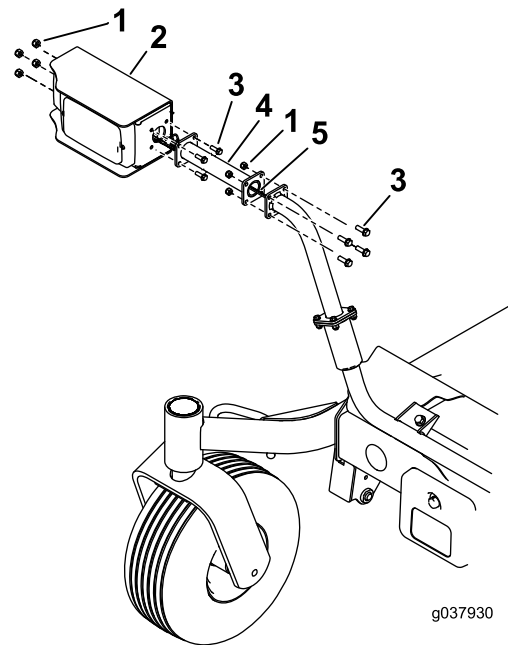

Figura 10
- Nota:** Le prolunghe per fari opzionali sono destinate unicamente a macchine con piatti di taglio da 183 cm e 254 cm (Figura 10).
2. Se necessario, montate la prolunga per faro con 4 bulloni (1/4" x 3/4") e 4 dadi di bloccaggio (1/4"); vedere Figura 10.
3. Montate il faro sulla prolunga o sul gruppo di supporto con 4 bulloni (1/4" x 3/4") e 4 dadi di bloccaggio (1/4"); vedere Figura 10.